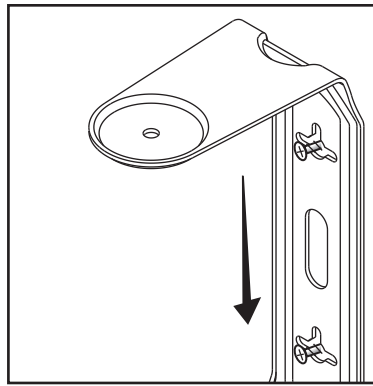

FIGURE 12
- Let the speaker and bracket slide straight down, allowing the screw head to slip behind the smaller end of the keyhole slot [figure 12].
- Laissez glisser l'ensemble support/enceinte vers le bas, permettant aux têtes de vis de glisser dans la partie étroite des fentes en trou de serrure [figure 12].